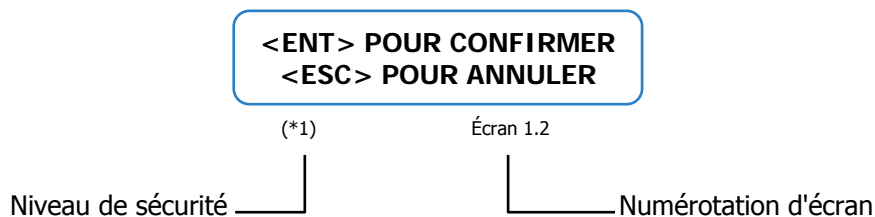

Fig.21. Remarques relatives aux écrans.
- Notes relatives à la présentation de l'écran (voir Fig. 21) :